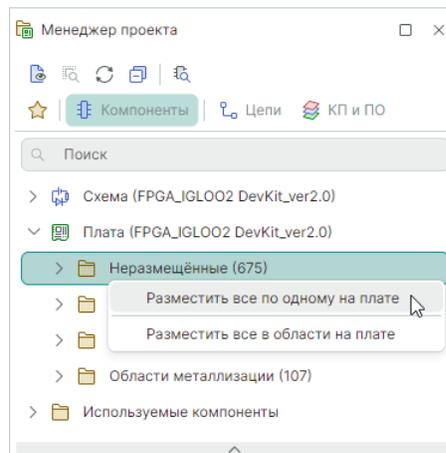

Рис. 142 Начало одиночного размещения
2. Вызовите контекстное меню и выберите пункт «Разместить все по одному на плате», см. Рис. 142.